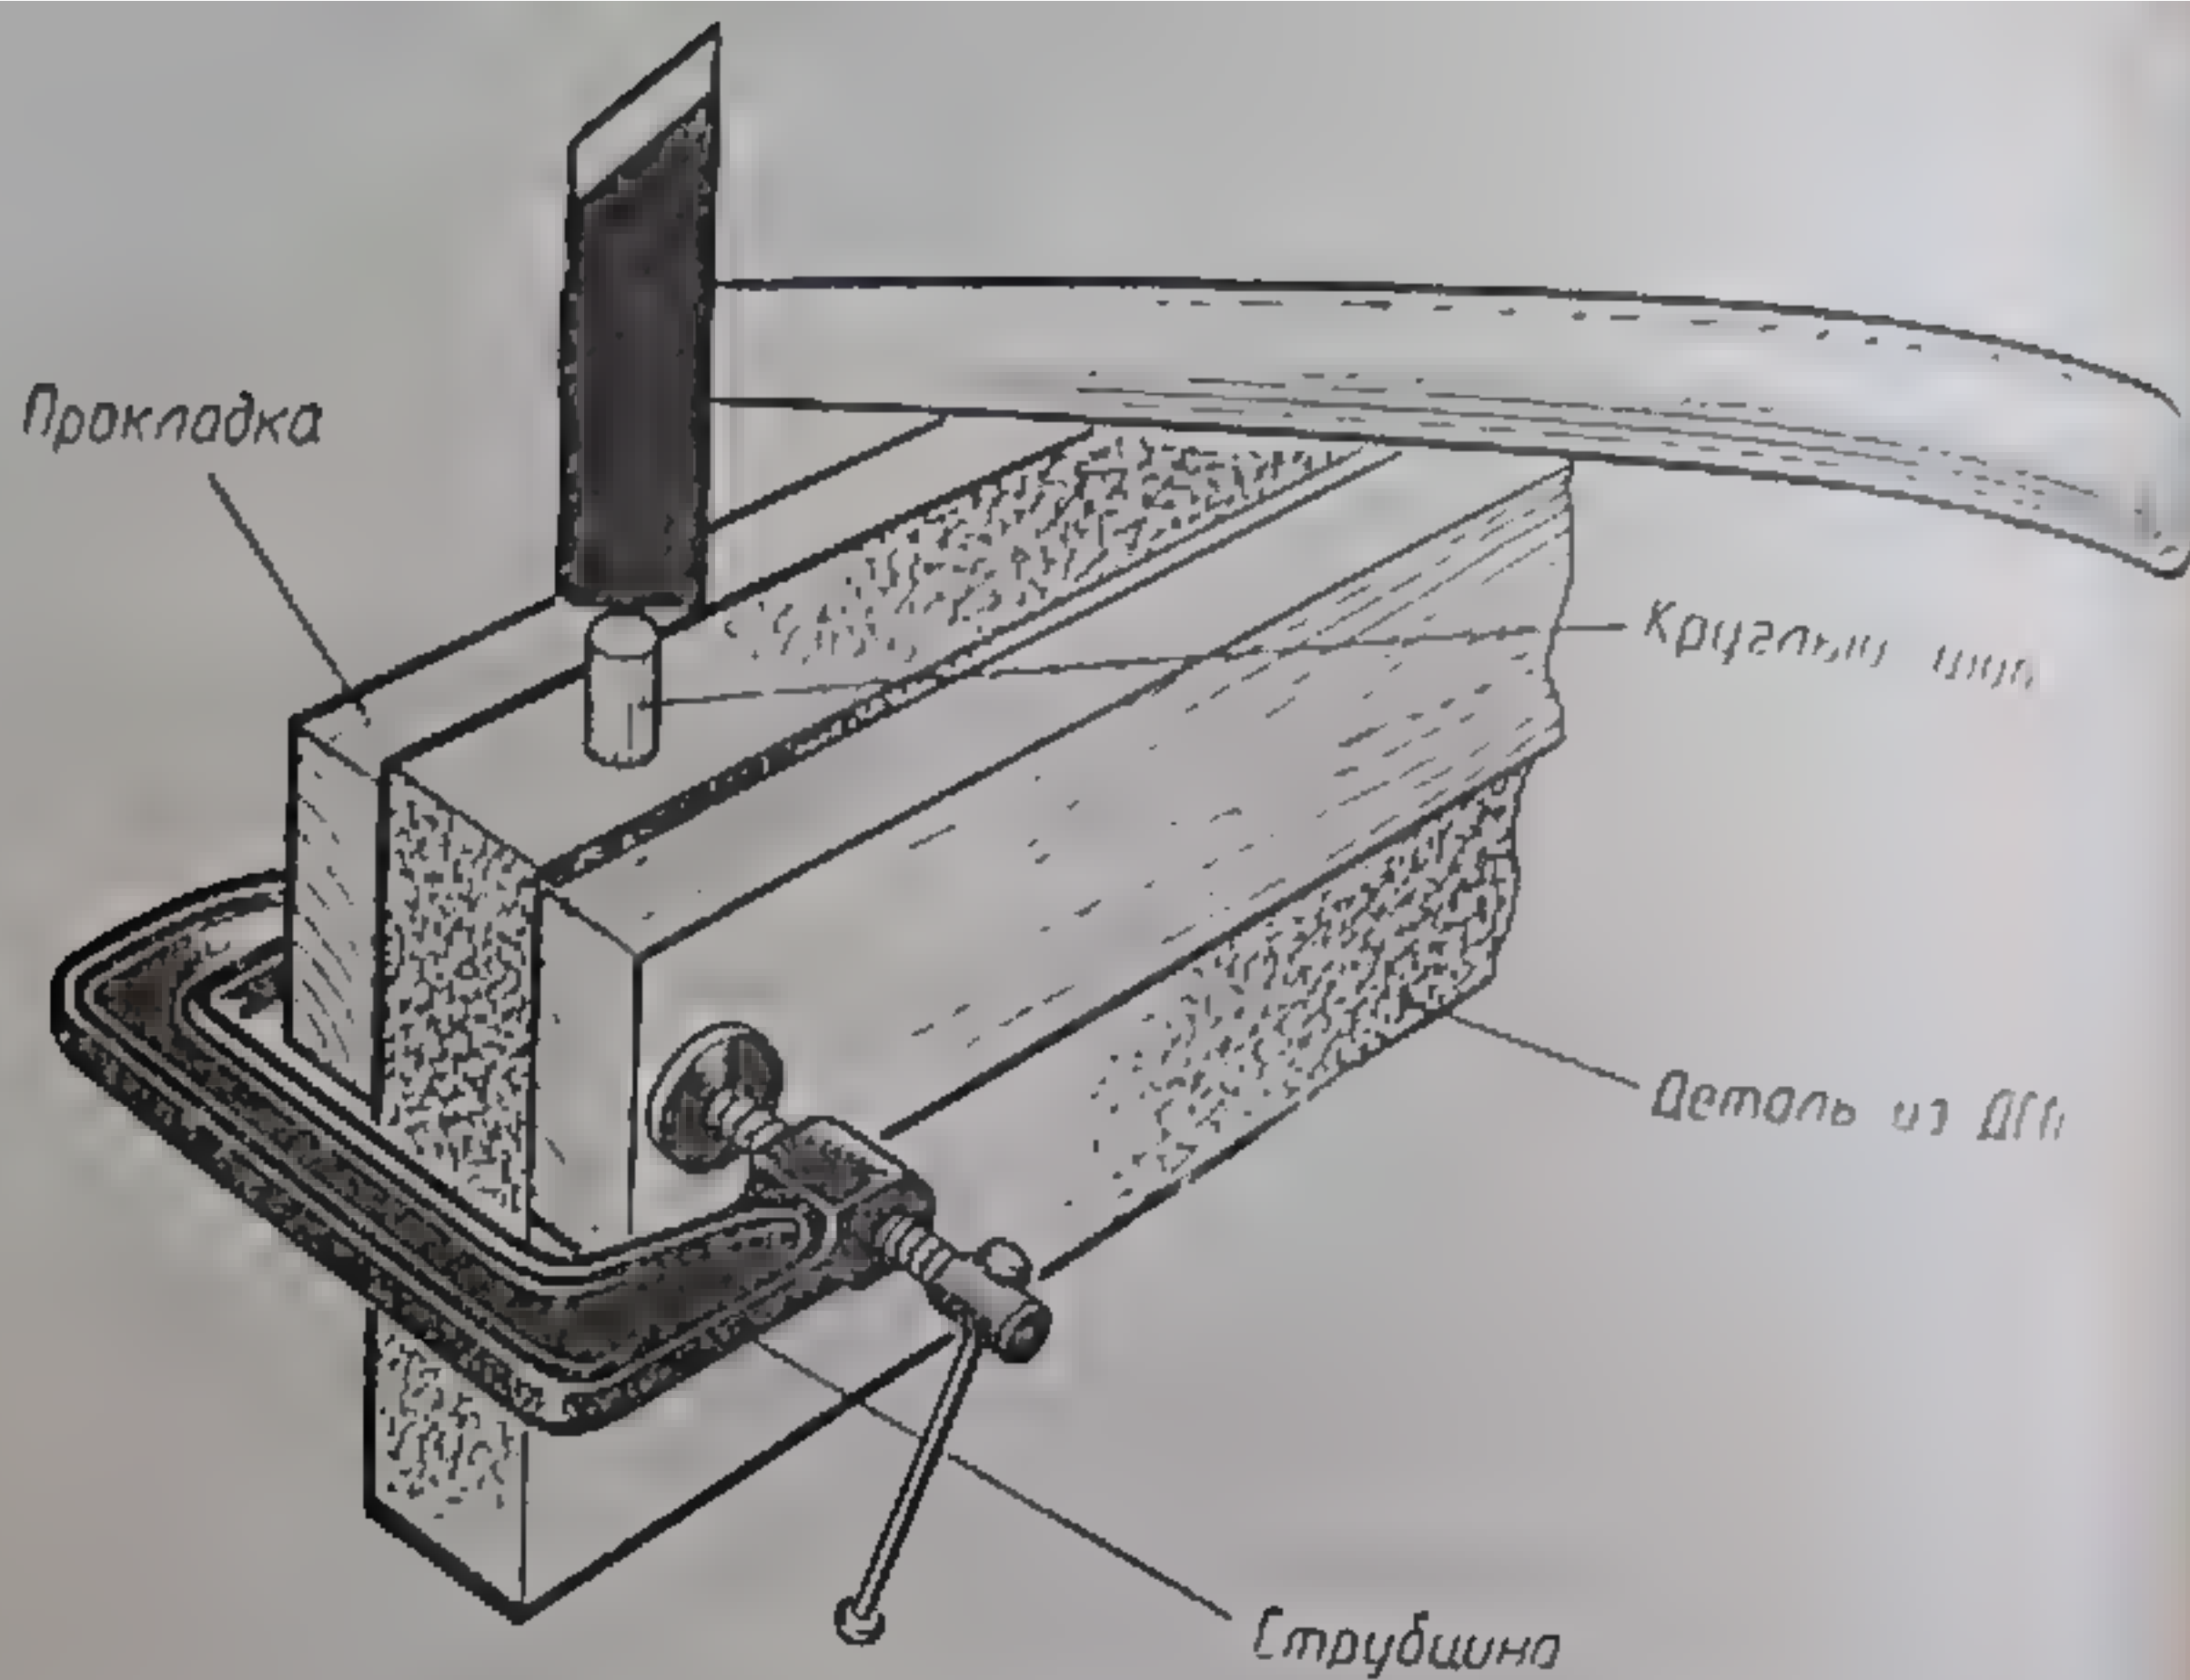

Рис. 76. Сжатие детали при установке на клею круглого шипа.
4. Деталь из ДСП необходимо перед установкой круглого шипа сжимать (рис. 76).